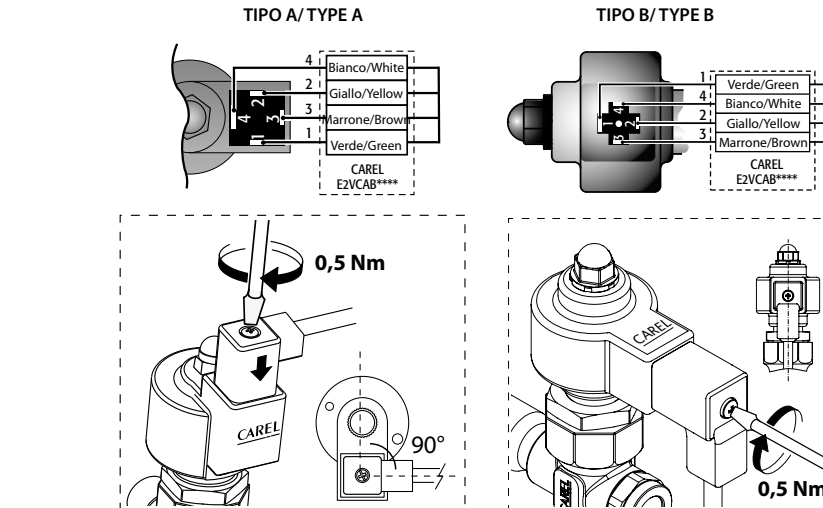

Fig. 3
- Collegare il connettore già cablato al motore passo passo nel relativo alloggiamento e serrare la vite con una coppia di 0,5 Nm seguendo le indicazioni in Fig. 3. Collegare a questo punto l'estremità quadrifilare del cavo nei relativi morsetti del Driver CAREL EVD*** o relativo controllo omologato CAREL ed impostare i parametri secondo il set riportato nella tabella sottostante.
- connect the pre-wired connector to the socket on the stepper motor and tighten the screw, applying a force of 0.5Nm, following the indications in Fig. 3. Then connect the four-pin end of the cable to the corresponding terminals on the CAREL EVD*** driver or other approved CAREL controller, and set the parameters as shown in the table below.